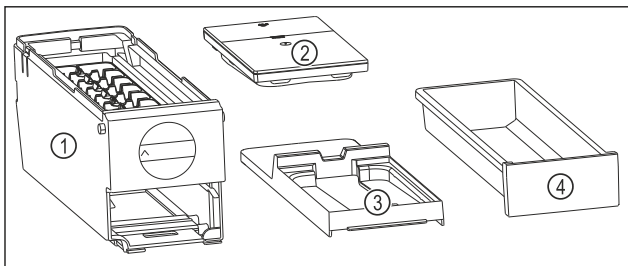

Fig. 89 Componentes del EasyTwist-Ice
- ▷ El EasyTwist-Ice está desmontado en cuatro piezas. (consulte Fig. 89)
- ▶ Desmontar el EasyTwist-Ice solo en los componentes mostrados. (consulte Fig. 89)
- ▶ Limpiar el cuerpo del EasyTwist-Ice Fig. 89 (1) en su totalidad.